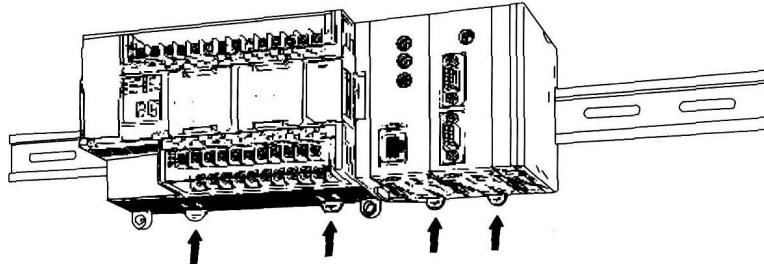

图 1-5 安装销向上压
- c. 如图 1-5 所示, 将 CP1H 可编程序控制器底部的 DIN 导轨安装销向上压, 锁定 CP1H 可编程序控制器。